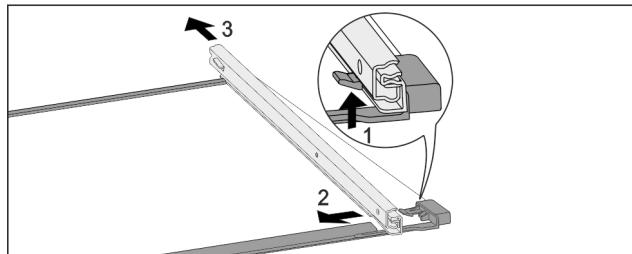

Fig. 170 带轨道的玻璃隔板
- ▶ 向上按前端的锁定钩。Fig. 170 (1)
- ▶ 将牵伸轨推向一侧 Fig. 170 (2)，然后向后 Fig. 170 (3) 推。